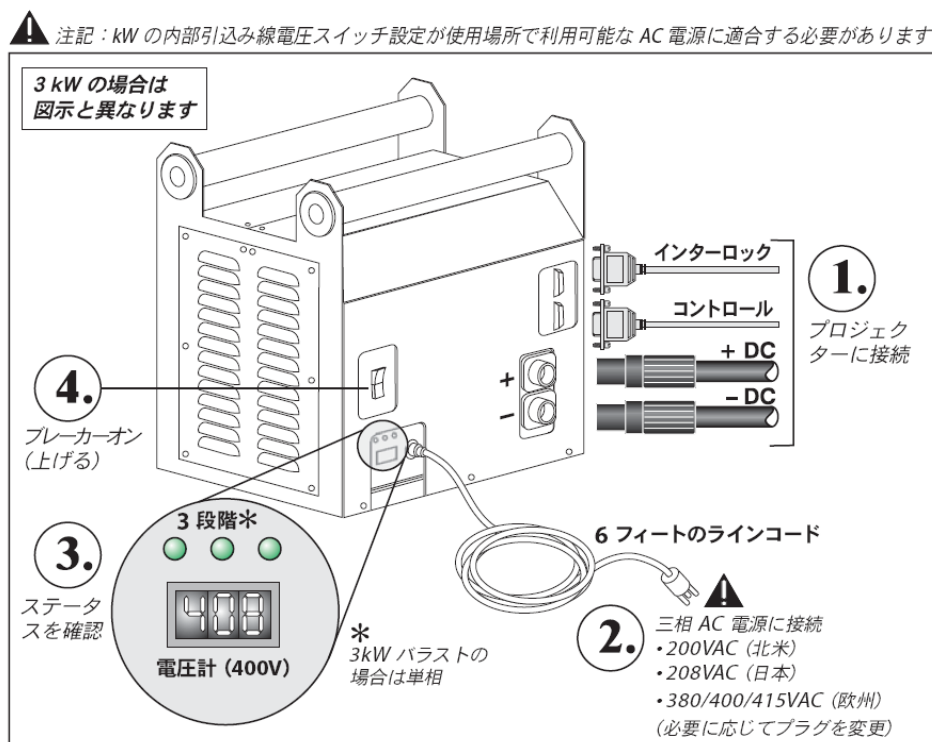

図 2.4 バラスト接続および電源投入
**バラスト～AC 電源:** 図 2.4 を参照してください。バラストの一体型ラインコードを AC 電源に接続します (まずプラグを使用場所の AC 電源用に変更しなければならない可能性があります)。